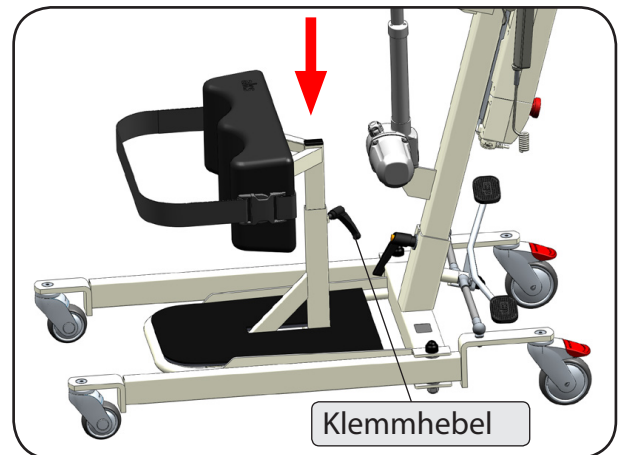

Abbildung 15
7. Stecken Sie die Schienbeinstütze in das Aufnahmerohr am Trittbrett ein und fixieren Sie sie mit dem Klemmhebel in der gewünschten Höhe (Abbildung 15).